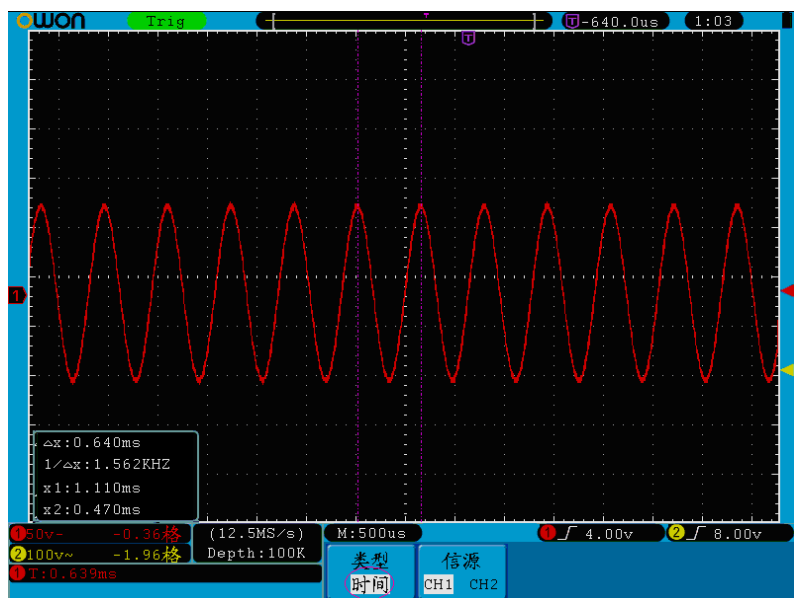

图 5-75: 时间光标测量波形
4. 根据被测波形，分别转动两个通道的 **垂直位置** 旋钮调整光标1、光标2的位置，位于波形左下方的光标增量窗口显示两光标的时间绝对差及频率和两光标当前的时间。见图 5-75：